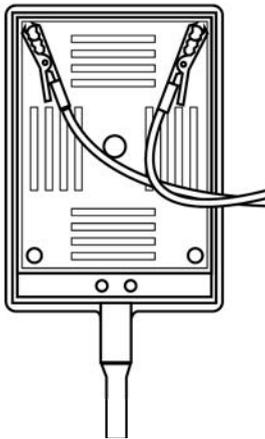

Figura 17 Ligação do conector do transdutor
- b** Conecte os fios condutores vermelhos ao conector do transdutor conforme exibido na **Figura 17**.